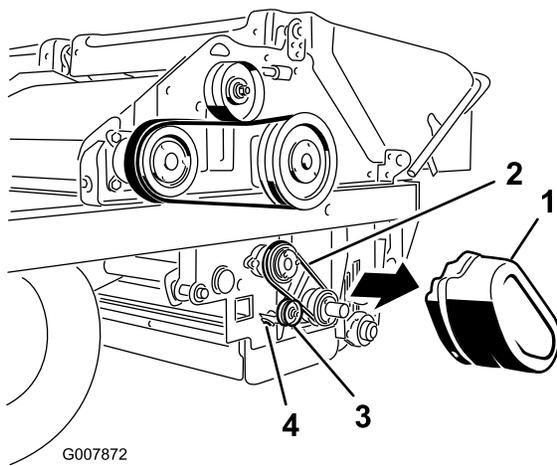

Bild 62
1. Entfernen Sie die Riemenabdeckung (Bild 62).
2. Lockern Sie die Mutter an der Spannscheibe (Bild 62).
3. Drücken Sie die Spanscheibe in den Riemen und ziehen Sie gleichzeitig die Spanscheibenmutter an Bild 62).